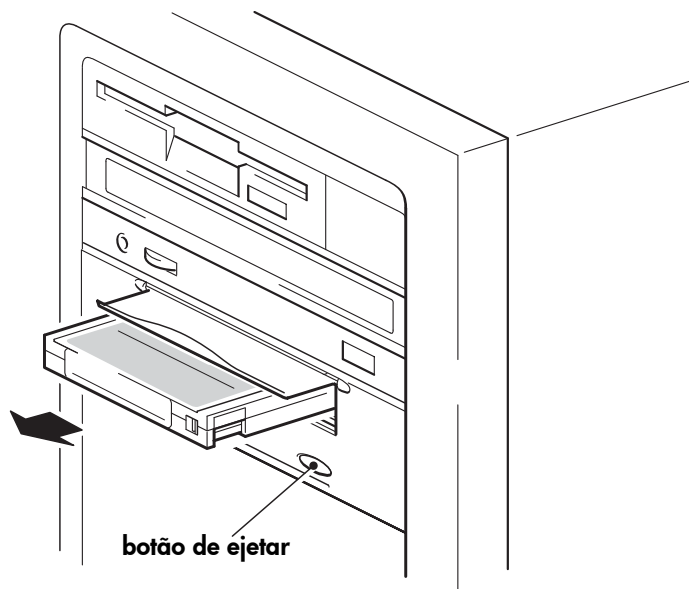

Figura 10b: descarregar um cartucho
- 1 Pressione o botão de ejetar no painel frontal. (Veja a figura 10b.)